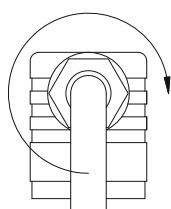

Fig. 11
- ↳ Pousser l'intérieur ⑧ jusqu'à encliquetage dans la boîte de raccordement ②.
- ↳ Enficher la vis centrale ⑥ dans la boîte de raccordement ② et serrer le passe-câble à vis ⑤ M16x1,5 (→ Fig. 11).